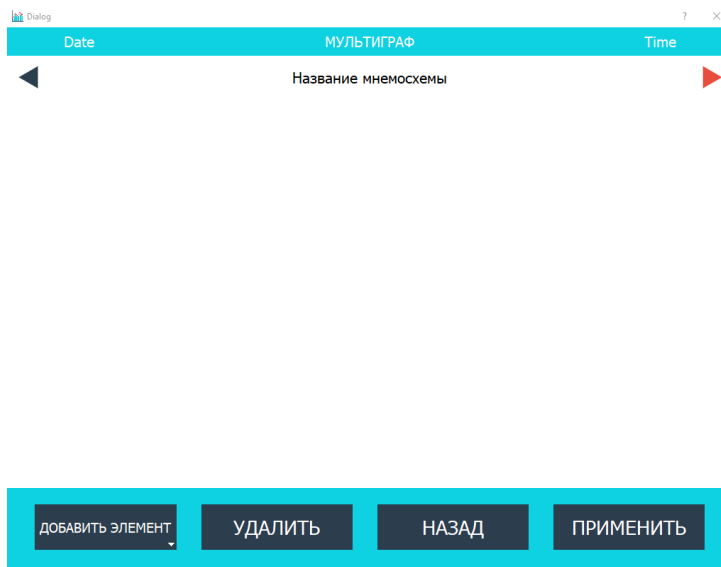

Рисунок 2.52 – Настройка расположения элементов мнемосхемы
2.3.5.4.4 Для наглядной настройки расположения элементов необходимо нажать на клавишу «НАСТРОЙКА РАСПОЛОЖЕНИЯ ЭЛЕМЕНТОВ» (рис. 2.52).